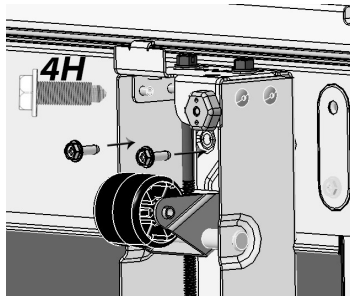

Fig. 5
- c. À l'aide des boulons 4H de l'étape 1, fixez l'avant de l'assemblage du niveleur au réfrigérateur/ congélateur à l'aide d'un tourne-écrou de $\frac{5}{16}$ po (Fig. 5).